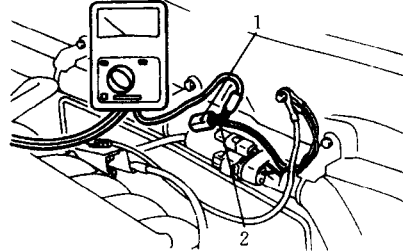
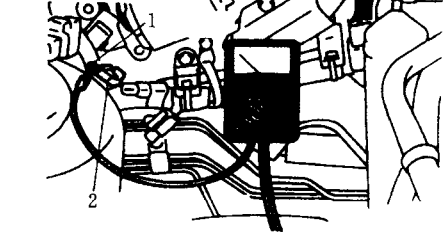

图17 转速表连接点——钻石车
图18 转速表连接点——3000GT轿车
②从发动机罩下的单针插接器端子上连接一块转速表。检查怠速，如不符合要求，调整到正确值(图17, 图18)。